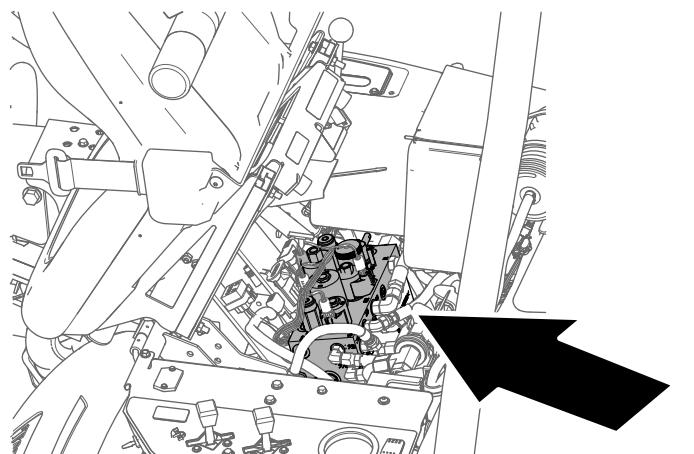

Figura 54
4. Incline el asiento del operador hacia adelante y coloque la varilla de sujeción (Figura 54).